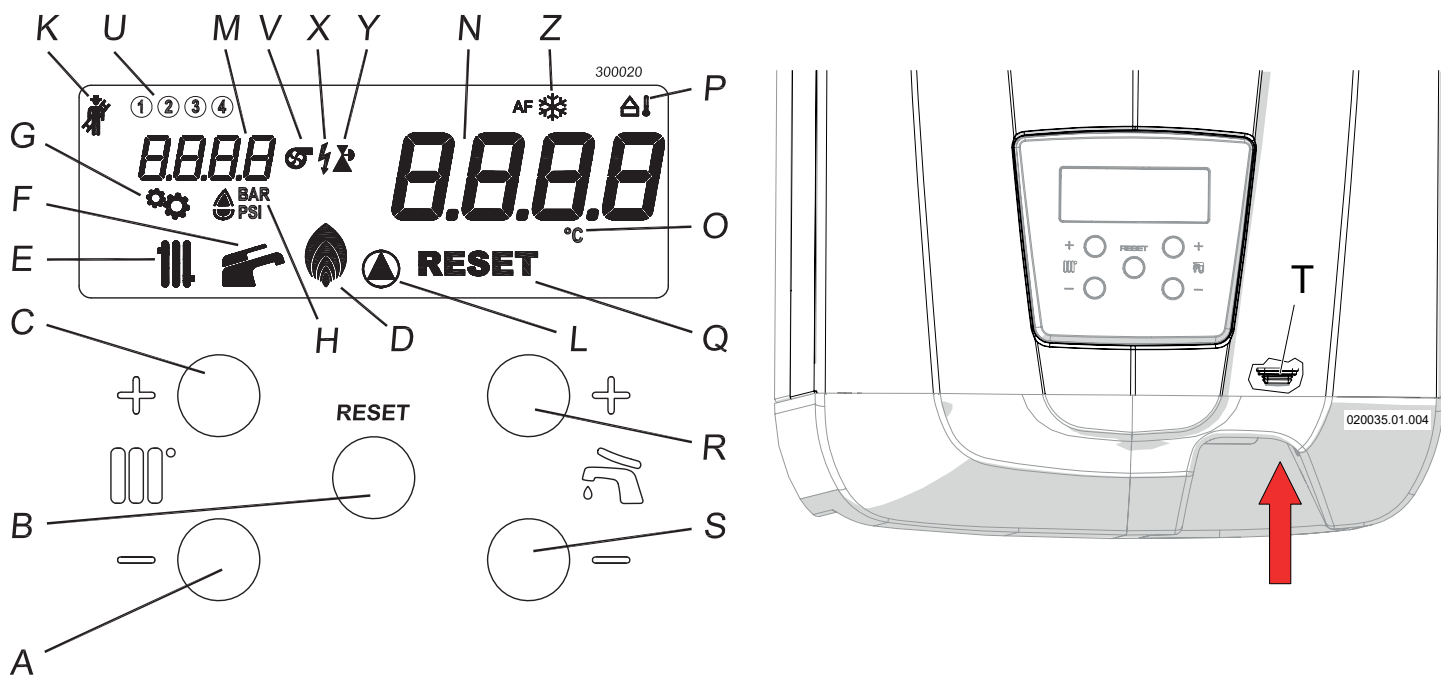

Figura 7-1 - Quadro comandi
- 2.-premere il tasto "T" (Figura 7-1);
- 4.-appare sul display l'icona  "E" (Figura 7-1);
- 6.-appare sul display l'icona  "F" (Figura 7-1);
Legenda Figura 7-1
Se la pressione all'interno del circuito del riscaldamento scende al di sotto di 0,8 bar, il visore "N" (Figura 7-1)
- 3.-controllare la pressione sul visore "M" (Figura 7-1), deve raggiungere la pressione di 1,3 - 1,5 bar (l'indicazione **F ILL** scompare superati 1,1 bar);
si esegue agendo sui tasti  $\text{0}^{\circ}+$  e  $\text{0}^{\circ}-$ . Premuto uno dei due tasti, il visore "N" (Figura 7-1) comincia a lampeggiare e a mostrare la temperatura che si sta impostando. Il campo di regolazione entro il quale si può regolare la temperatura del sanitario va da 40°C a 60°C. Tenendo premuto il tasto  $\text{0}^{\circ}-$  anche sotto 40°C, comparirà la scritta **OFF** ad indicare lo spegnimento del servizio sanitario evidenziato anche dallo spegnimento dell'icona  $\text{0}^{\circ}$  "F" (Figura 7-1).